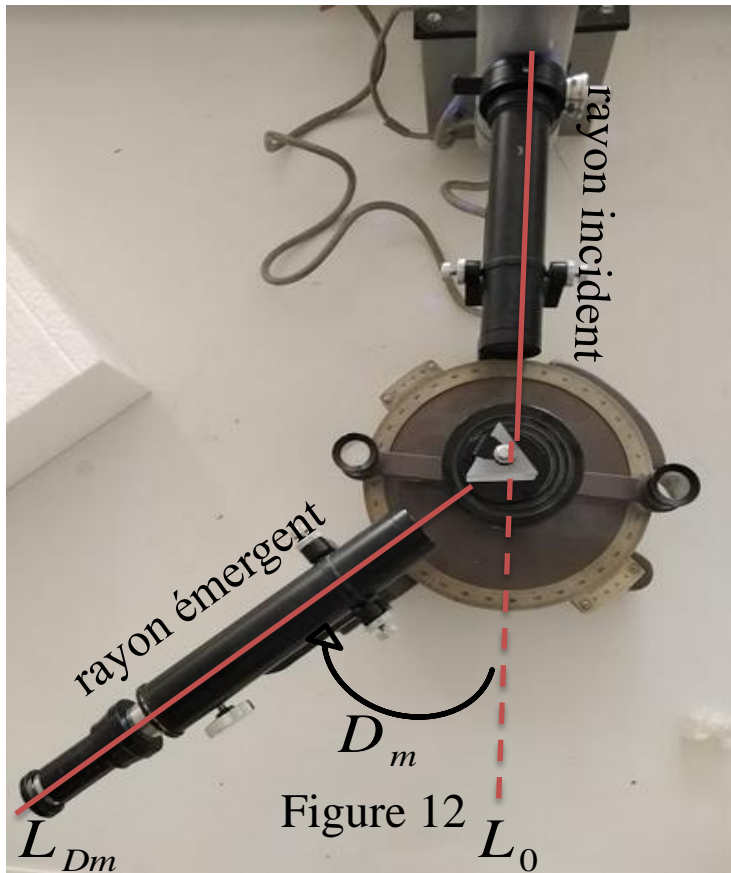

Figure 12
1. Eclairer la lampe à cadmium ou zinc . Placer les instruments dans la configuration de la figure 12.